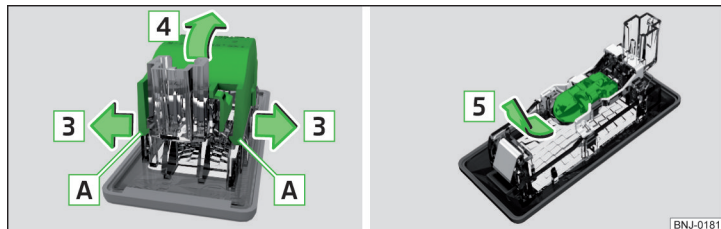

Bild 215 Demontering av täcklock/byte av glödlampa
- Lossa lampans täcklock i området **A** samt i pilriktningen **3** » bild 215.